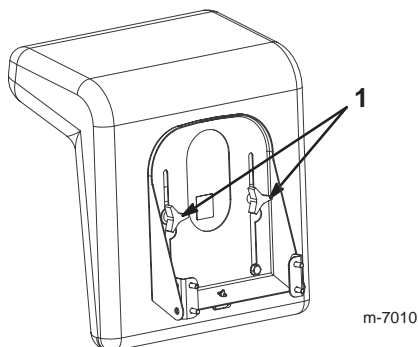

Figure 4
1. Soulevez le siège et desserrez le bouton de réglage (Fig. 4).